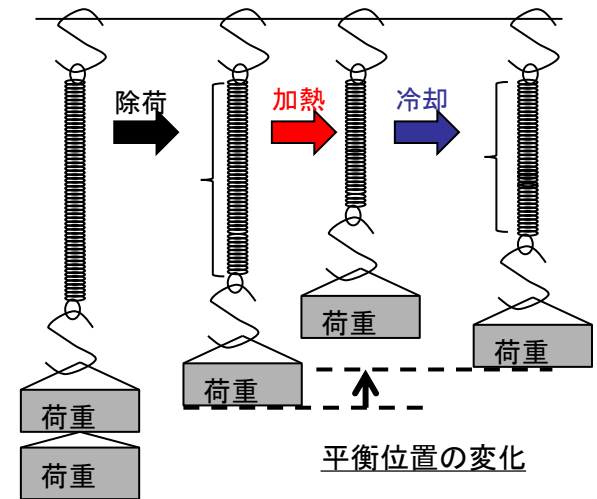

図1 温度依存ひずみ履歴現象
- ・ 著者らはこれまでに, セルフコイル型TCPFが, 温度に依存したヒステリシス現象, すなわち温度依存ひずみ履歴現象を発見している(図1)